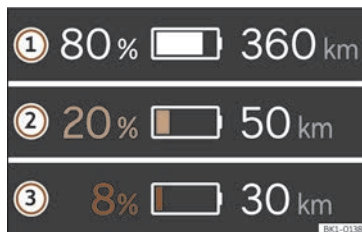

Fig. 20 Sur le combiné d'instruments numérique : autonomie et indication de la réserve.
L'état de charge actuel de la batterie à haute tension est indiqué par le symbole sur le combiné d'instruments numérique >>> **fig. 20** ①. Le symbole de la batterie sera plus ou moins plein en fonction de l'état de charge de la batterie.
L'autonomie du véhicule est affichée en kilomètres (km) ou en miles (mi) selon le réglage sélectionné >>> **fig. 20** ②.
Zone de la réserve >>> **fig. 20**